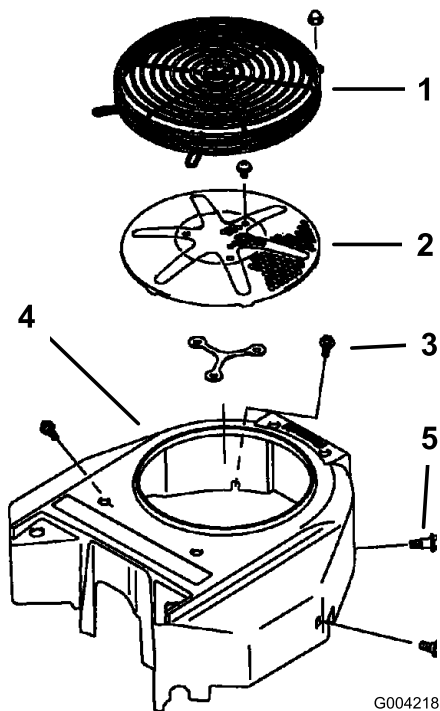

Bild 69
Entfernen Sie Schnittgut, Schmutz und andere Fremdkörper vor jedem Einsatz der Maschine vom Luftansauggitter des Motors. So gewährleisten Sie eine ausreichende Kühlung sowie die korrekte Motordrehzahl und reduzieren die Gefahr einer Überhitzung und mechanischer Motorschäden (Bild 69).
3. Entfernen Sie das Luftansauggitter, den Rücklaufstarter und das Lüftergehäuse (Bild 69).
5. Montieren Sie das Luftansauggitter, den Rücklaufstarter und das Lüftergehäuse (Bild 69).